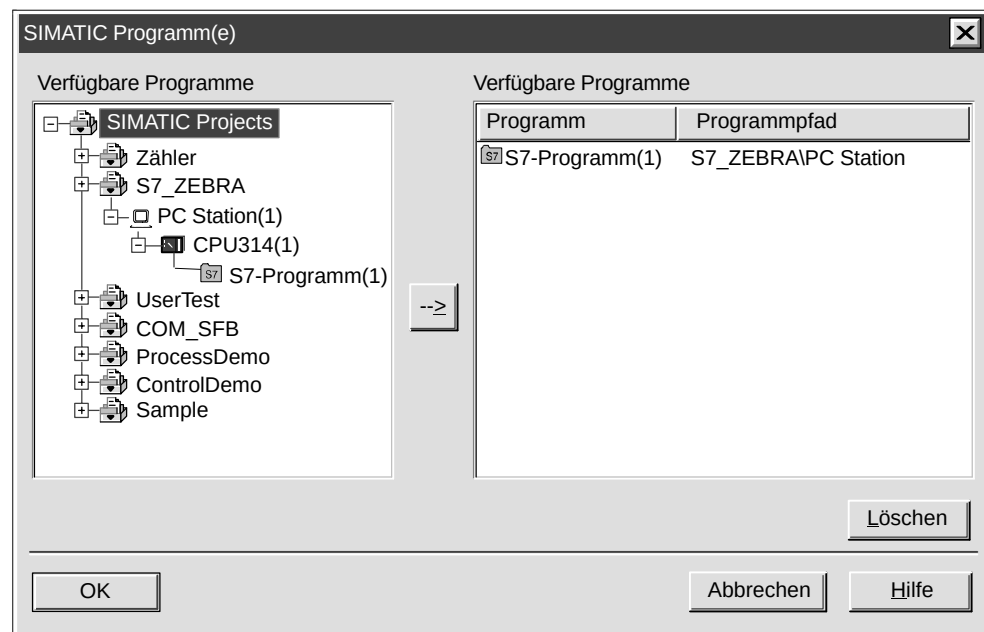

Bild 9-6 Einfügen eines SIMATIC Programms in eine Symboldatei
1. Wählen Sie den Menübefehl **Einfügen > Programm**, um das Dialogfeld zum Auswählen der SIMATIC Programme aufzurufen (siehe Bild 9-6).
2. Klicken Sie auf das Symbol "+", um das Projekt, die Station, die CPU und das Programm zu öffnen, das in die Symboldatei eingefügt werden soll (siehe Bild 9-6).